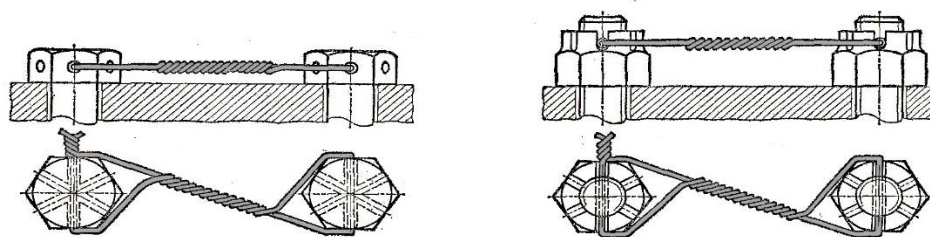

Рисунок 16 – Крепление контровочной проволоки
- Наличие контрольной проволоки на резьбовых соединениях крепления маховика к корпусу КА (рисунок 16).